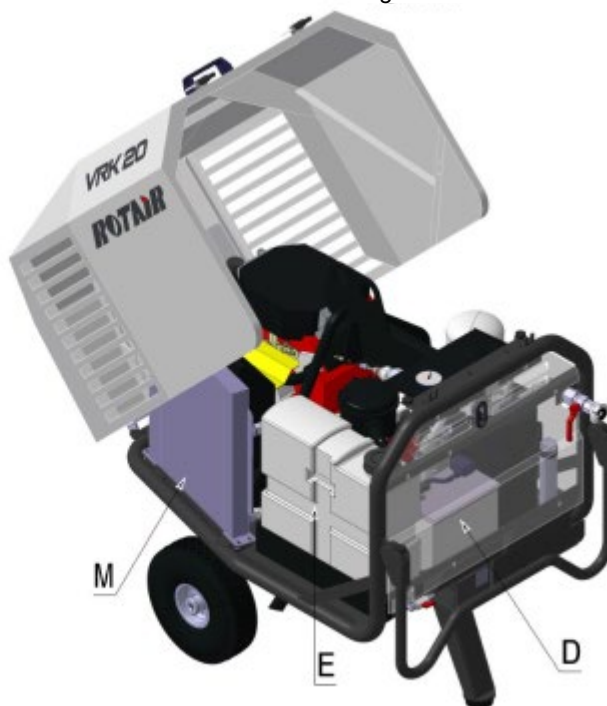

Figura 7-2
7.4 Baterie - Figura 7-2 Partea D
7.7 Rezervor combustibil - Figura 7-2 Partea E
7.8 Radiator răcire - Figura 7-2 Partea M